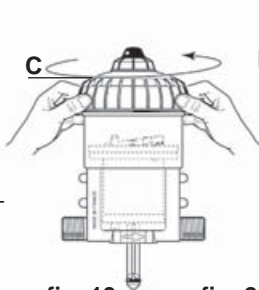

fig. 19
- Desenroscar a campânula à mão (Fig. 19-C) e retirá-la.